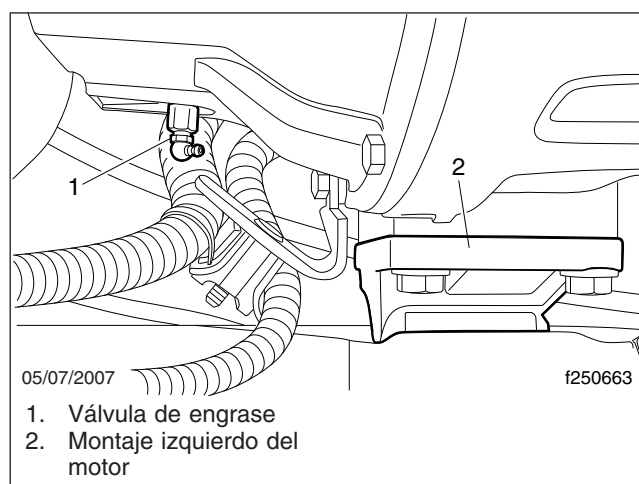

Figura 2, Válvula de engrase común del collarín
3. Limpie la válvula de engrase. En algunos vehículos se usa un tubo de lubricación y la válvula de engrase puede estar en la posición de las 9 del reloj, en el lado izquierdo de la campana (vea la Figura 2).